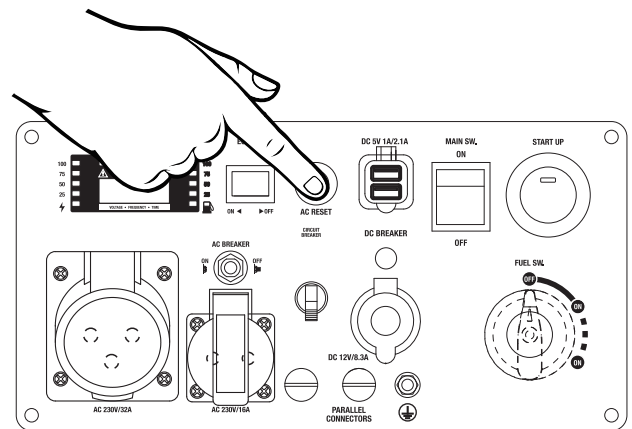

Figure 7: Appuyez sur le disjoncteur de réinitialisation
3. Appuyez sur le disjoncteur de réinitialisation pour le réinitialiser (voir Figure 7).